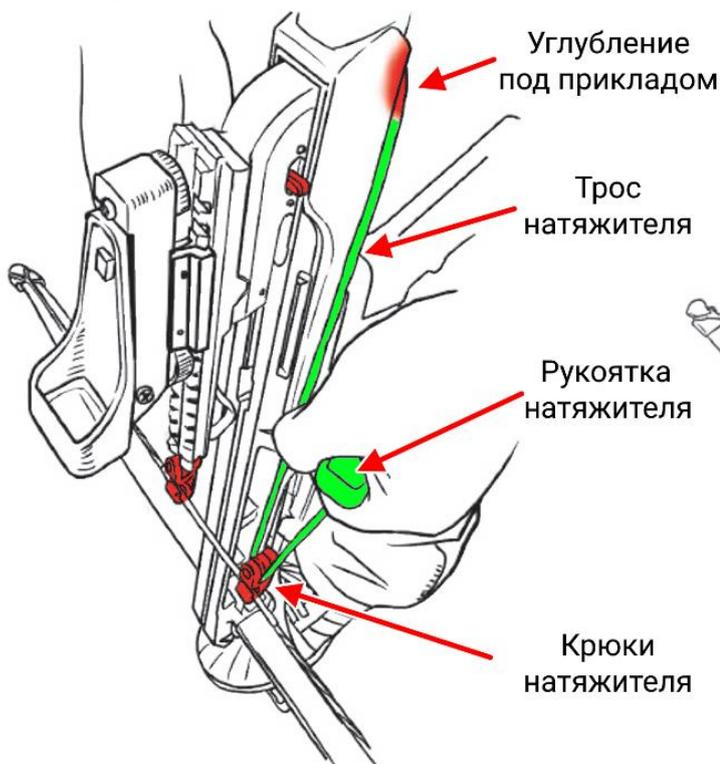

Рис.13
5. Под прикладом расположено специальное углубление. Проденьте трос натяжителя через это углубление так, чтобы рукоятки и крюки натяжителя оказались внизу (Рис.13).